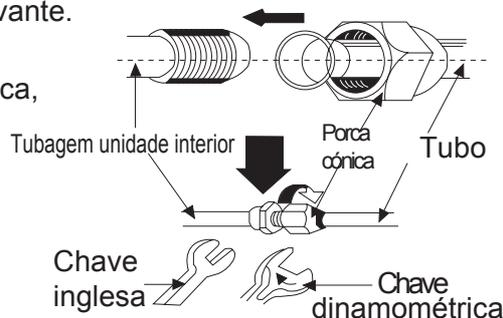

Fig.9
3. Pendure as ranhuras de fixação da unidade interior nas abas superiores do painel traseiro e verifique se está bem firme (Como na Fig.9).